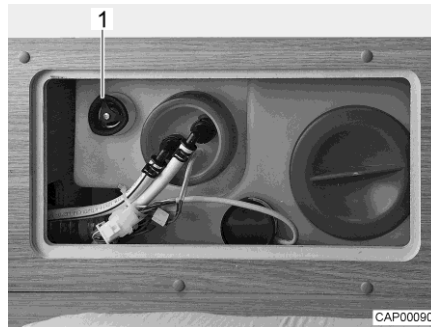

Bild 70 Wassertank mit Drehgriff
- Auf dem Wassertank den Drehgriff (Bild 70,1) entgegen dem Uhrzeigersinn über den Widerstand hinaus bis zum Anschlag drehen, um die Ablauföffnung vollständig zu öffnen.